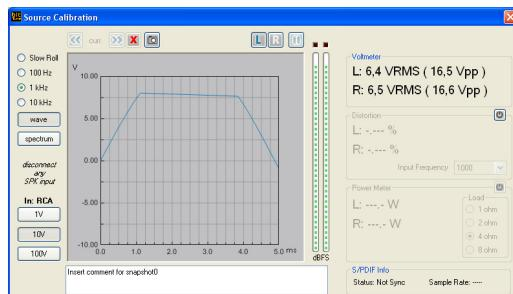
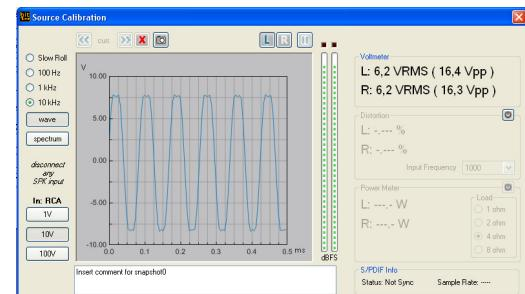
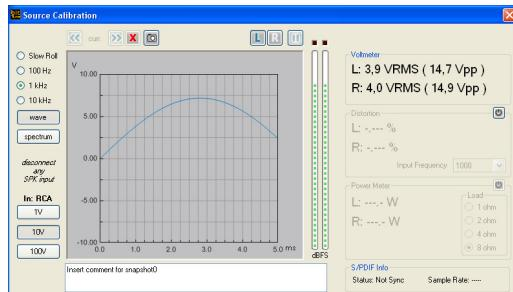

Рис. 1
Рис. 2
Рис. 3
- Если на осциллограмме «срезаны» пики сигнала (рис. 1, рис. 2), это означает, что в головном устройстве (источнике сигнала) задан слишком высокий уровень громкости, приводящий к сильным искажениям аудиосигнала из-за перегрузки (клиппинга). Необходимо уменьшить уровень громкости до того значения, при котором вид осциллограммы станет похож на привычную плавную синусоиду (рис. 3, рис. 4).